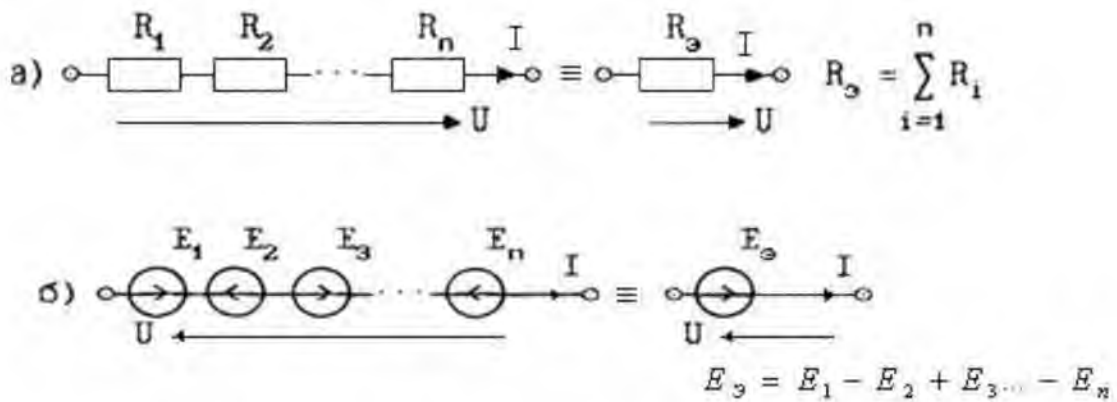

Рис. 1.1. Последовательное соединение элементов
3. При последовательном соединении элементов сопротивления складываются арифметически, а ЭДС – алгебраически (рис. 1.1).